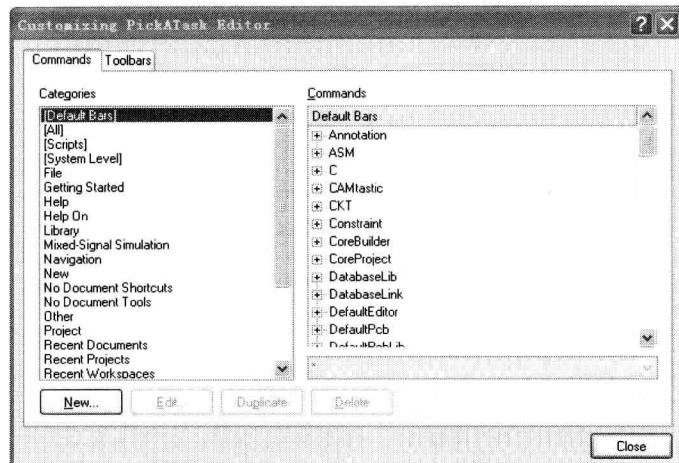

图 1-3 “Customizing PickATask Editor”对话框
- ◆ “Customize”(用户定制) 命令：用于自定义用户界面，如移动、删除、修改菜单栏或菜单选项，创建或修改快捷键等。单击该命令将弹出“Customizing PickATask Editor”(定制原理图编辑器) 对话框，如图 1-3 所示。